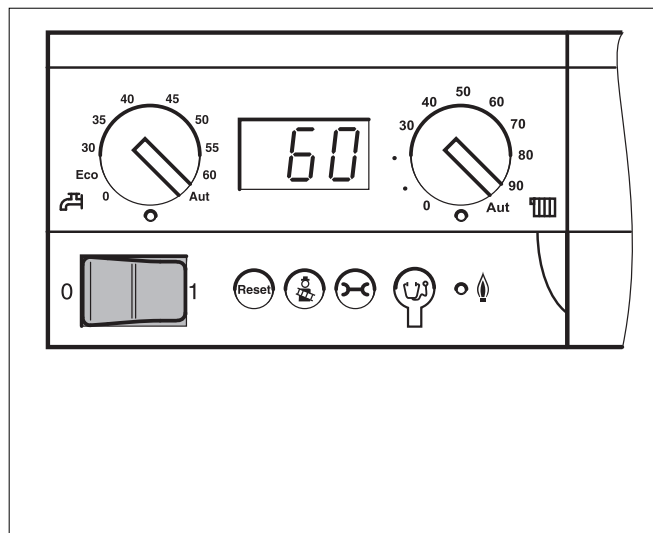

Bild 6 Basiscontroller Logamatic BC10
- ▶ Schalten Sie den Betriebsschalter (Bild 6) am Basiscontroller auf Position „1“ (Ein). Der Basiscontroller überprüft den aktuellen Anlagenstatus und der Brenner geht gegebenenfalls in Betrieb.